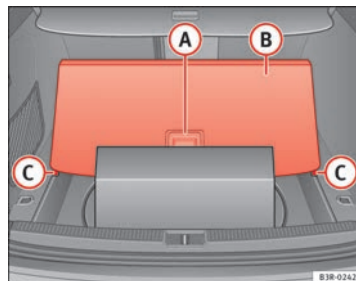

Fig. 123 Superficie de carga levantada
- Tirando del asa **(A)** ⇒ fig. 123, levante la cubierta de la superficie de carga **(B)** y haga que los bordes exteriores entren en los rebajes **(C)**.
- Con ayuda del asa **(A)** ⇒ fig. 123, pliegue la superficie de carga y desplácela hasta el respaldo.
Los objetos pequeños se pueden guardar también **debajo** de la cubierta **(B)** ⇒ fig. 123.